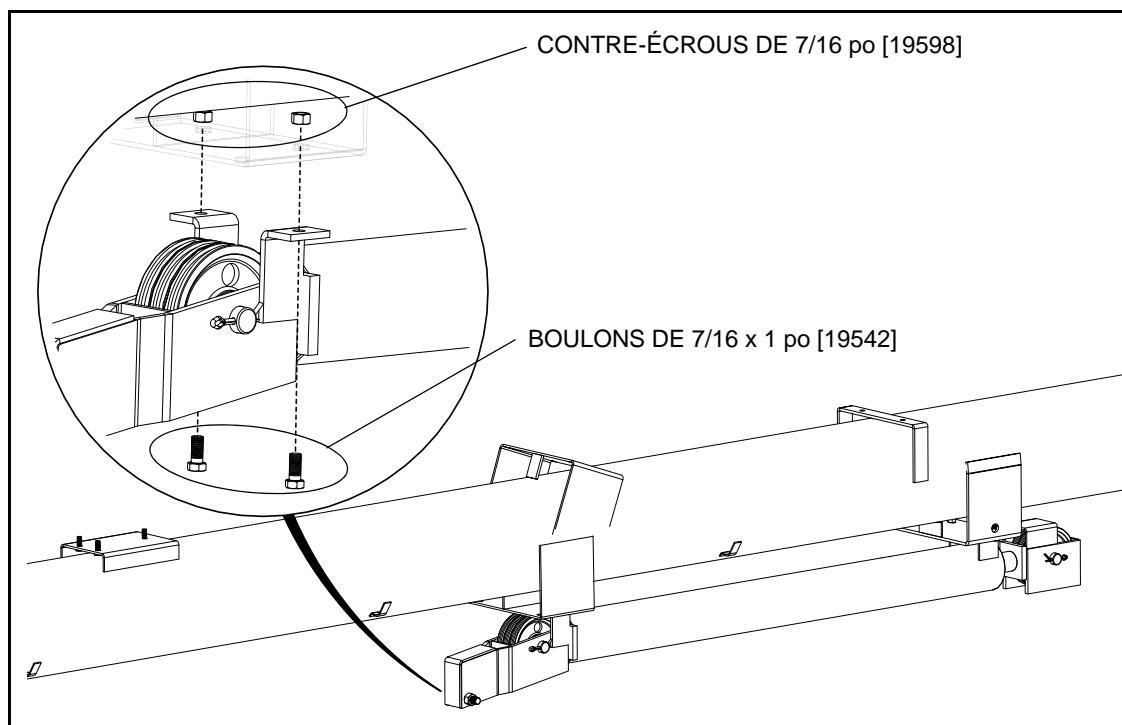

Figure 3.5 Installation du cylindre de levage (MKX100-53/63/73)
3. Placer le cylindre de levage sur les supports soudés situés à l'extrémité inférieure du tube de la tarière (voir la Figure 3.5 pour connaître le positionnement approprié), puis fixer au moyen de quatre boulons et contre-écrous de 7/16 x 1 po. **Bien serrer**.